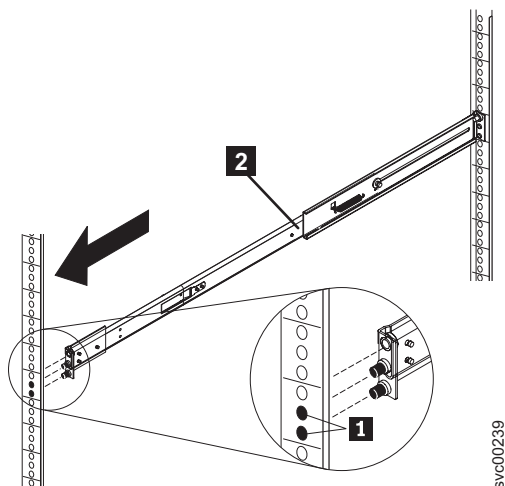

図 38. 右方スライド・レールの引き伸ばし
4. 58 ページの図 38 に示すように、レール・ピン **1** が前面ラック・マウント・フランジを通過して突き出るようにして、右方スライド・レール **2** を伸ばします。同様にして、左方スライド・レールを挿入します。